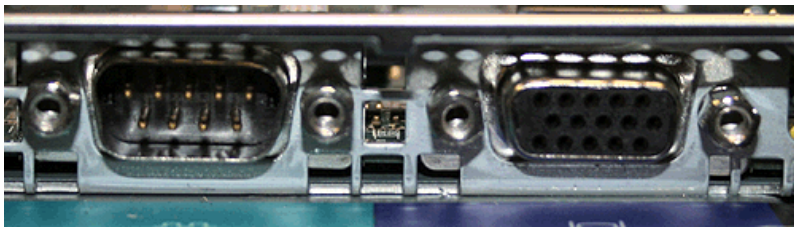

図 296. SAN ボリューム・コントローラー 2145-8G4 のシリアル・ポートおよびビデオ・ポート
3. サーバーの後部で、入出力ポートの横の 4 個の絶縁体ねじを交換します。図 296 は、絶縁体ねじの位置を示しています。